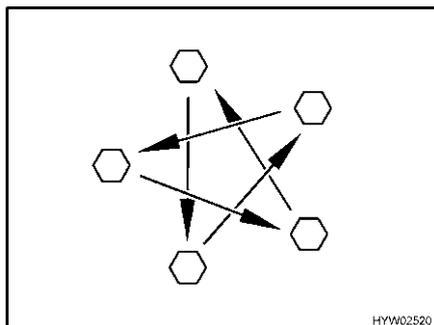

Fig. 242 Serrare a croce i dadi o i bulloni delle ruote
- Controllare regolarmente il serraggio dei dadi o dei bulloni. Regolare a croce (Fig. 242) il serraggio dei dadi o dei bulloni di una ruota sostituita dopo circa 50 km.
- ▷ Serrare a croce i dadi o i bulloni delle ruote (Fig. 242).